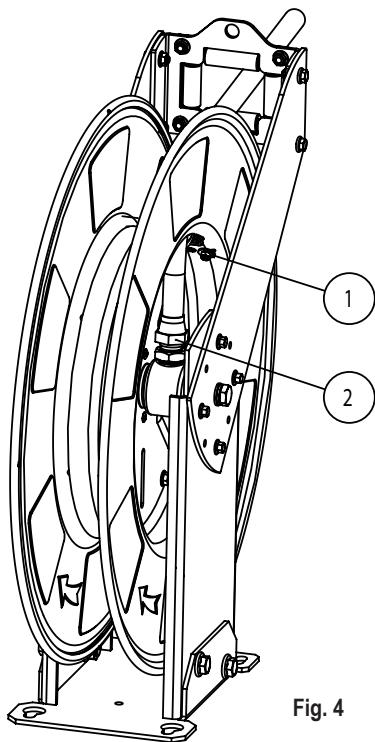

Fig. 4
- Connect the new hose to the swivel (2) (fig. 4) making sure the hose is placed on the plastic piece, and then hold the hose firmly to the spool using the P-Clip. It is not recommended to exert high force on the swivel, for this reason the hose must remain relaxed between the P-clip and the swivel, showing a gradual curve.
- Koppla slangen mot sviveln (2) (fig. 4) och se till att den vilar mot slangstödet (1) och spänna fast slangen mot trumman med den U-formade fästbygeln. För att minska kraften mot sviveln, se till att slangen går i en naturlig böj mellan bygeln och sviveln innan den dras fast.
- Conecte la nueva manguera a la rótula (2) (fig. 4) asegurándose de que se apoya sobre la pieza plástica, y coloque la brida isofónica (1) de tal modo que sujeté la manguera contra el tambor firmemente. No es recomendable ejercer un elevado esfuerzo sobre la rótula, por lo que se recomienda que la manguera, en su zona entre la brida y la rótula, no esté tensionada, presentando una suave curvatura hasta conectar con la rótula.
- Remove the P-clip (1) (fig. 4), and disconnect the hose from the swivel (2) (fig. 4).
- Demontera fästbygeln (1) (fig. 4) och koppla bort slangen från sviveln (2) (fig. 4).
- Koppla på den nya slangen mot sviveln (2) (fig. 4), lägg slangen över slangstödet (1) och sätt fast slangen mot trumman med fästbygeln. För att minska kraften mot sviveln, se till att slangen går i en naturlig böj mellan bygeln och sviveln innan den dras fast.
- Retire la brida isofónica (1) (fig. 4), y desconecte la manguera de la rótula (2) (fig. 4).
- Conecte la nueva manguera a la rótula (2) (fig. 4) asegurándose de que se apoya sobre la pieza plástica, y coloque la brida isofónica (1) de tal modo que sujeté la manguera contra el tambor firmemente. No es recomendable